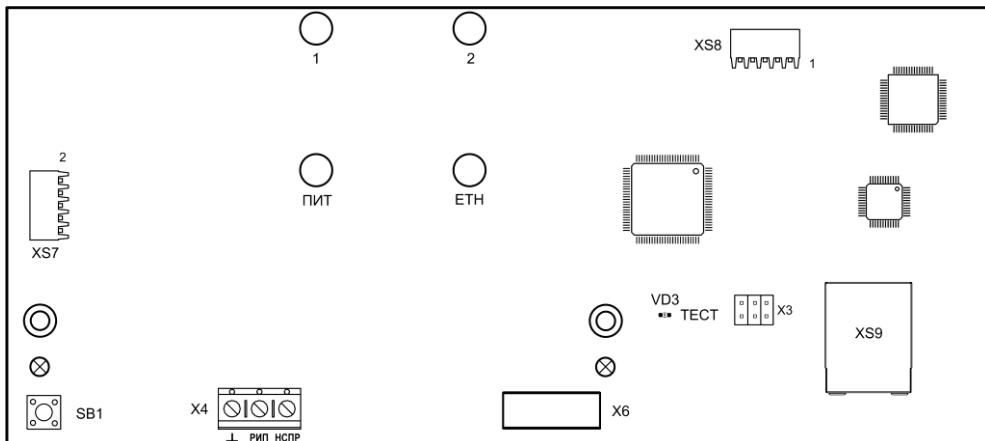

Рис.4 Внешний вид платы контроллера
- плата контроллера (рис.4);
3.1 На плате контроллера (рис.4) расположены: